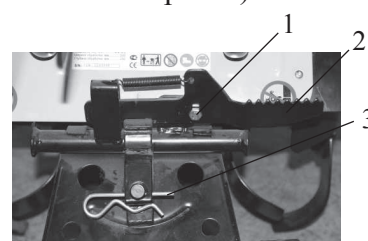

рис. 12
отверстиями в опорном кронштейне колёс 7 (рис. 1) и вставьте на место шпильку 3 (рис. 12).
7.1.2 Приступая к работе, отверните болт крепления опорного кронштейна колёс 1 (рис. 12), освободите рычаг фиксации 2 (рис. 12) и разблокируйте опорный кронштейн колёс 7 (рис. 1), затем поднимите и зафиксируйте положение с помощью болта опорного крепления кронштейна колёс 1 (рис. 12).
- Вытащите шпильку 3 (рис. 12) из опорного кронштейна колёс 7 (рис. 1), которая служит фиксацией регулятора глубины вспашки 6 (рис. 1).